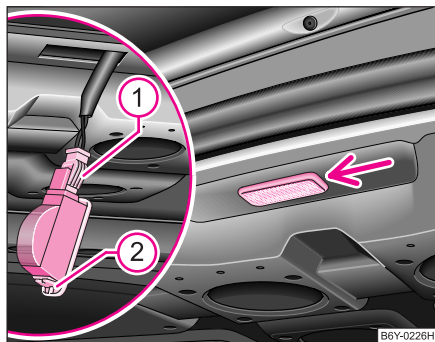

Fig. 186 Desmontar la luz de maletero (Sedan)
- Inserte un destornillador en el intersticio debajo de la lámpara ⇒ fig. 186. Sacar la lámpara, apalancándola con cuidado.
- Después de desasegurar la pestaña de resorte ①, retirar el enchufe.
- Presione el seguro de resorte ② apartándolo de la cubierta y retire ésta.